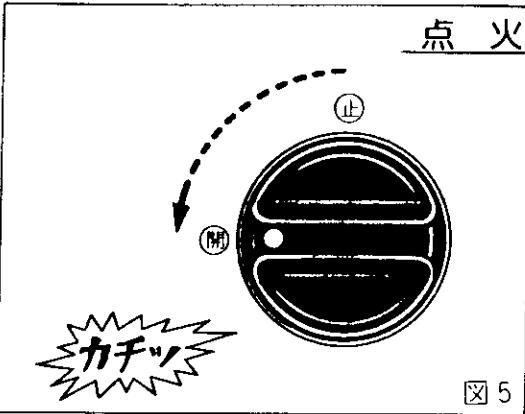

図5
- (1)空気調節レバーを「止」の方向へ止まるまで動かす。(この操作は器具を初めてご使用になるときだけ必要です)
- (2)なべ等をのせ、器具せんつまみを図5の矢印(左)方向にゆっくり「⑩」の位置まで回しますと「カチッ」と音がし、バーナーに着火します。
- (3)着火しなかったときはすぐに器具せんつまみを元へ戻し、点火操作をくり返す。